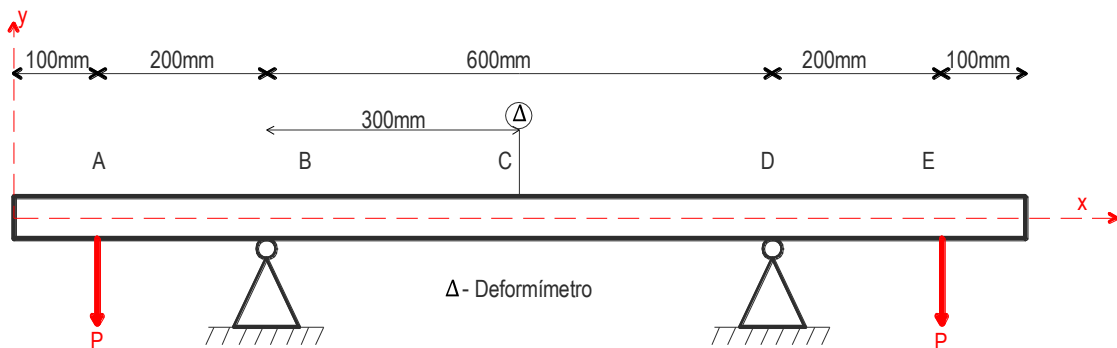

Figura 1. Esquema del montaje experimental.
3. Desarrollar la práctica. La Figura 1 muestra las condiciones de carga, apoyos y geometría que se deben utilizar en la práctica.